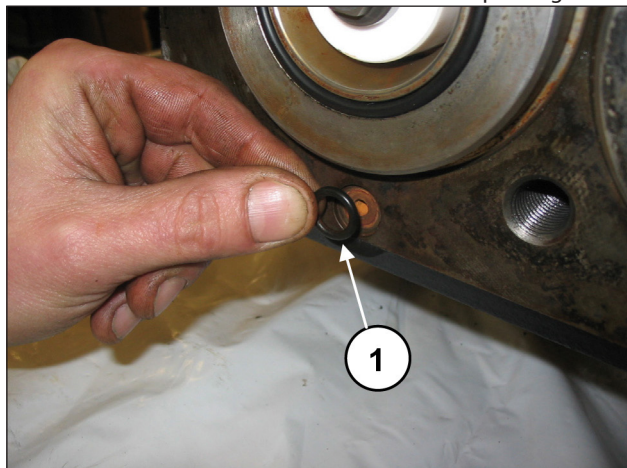
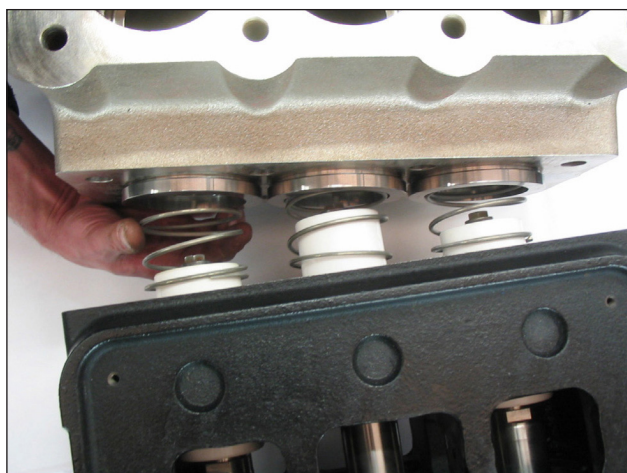

Abb. 171
Abb. 172
Montieren Sie den O-Ring der Umlaufbohrung (Pos. ①, Abb. 171). **Erleichtern Sie den passgerechten Sitz der O-Ringe, indem Sie etwas Fett auftragen.** In Abb. 172 ist der anschließende Einbau des Kopfs dargestellt.